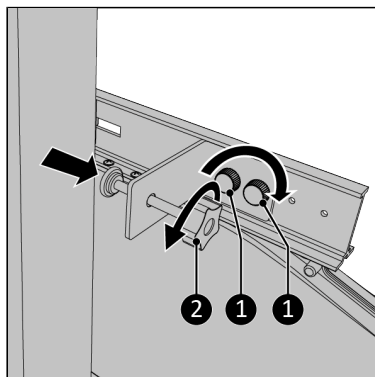

Figure 195.
12. Resserrez complètement la vis de fixation (Figure 195, pos. 2).
14. Vissez le support de fixation au rail principal au moyen des deux vis à bouton (Figure 195, pos. 1).